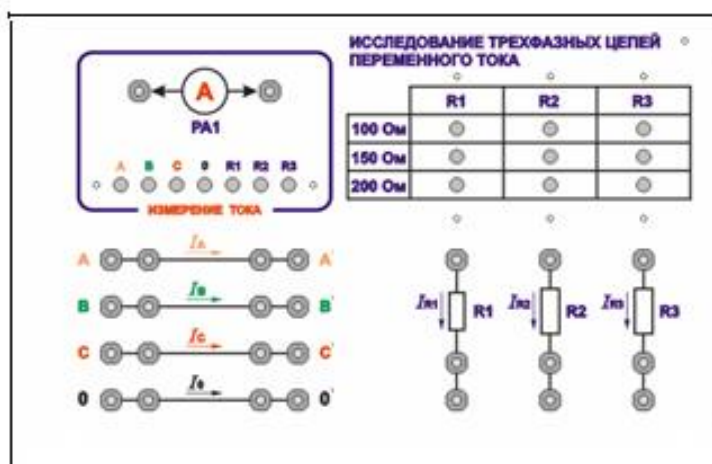

Рис. 1
1. Ознакомиться с составом лабораторного стенда и съемной панели (рис. 1) для исследования трехфазной трехпроводной и четырехпроводной электрической цепи при соединении нагрузки «звездой» и «треугольником».